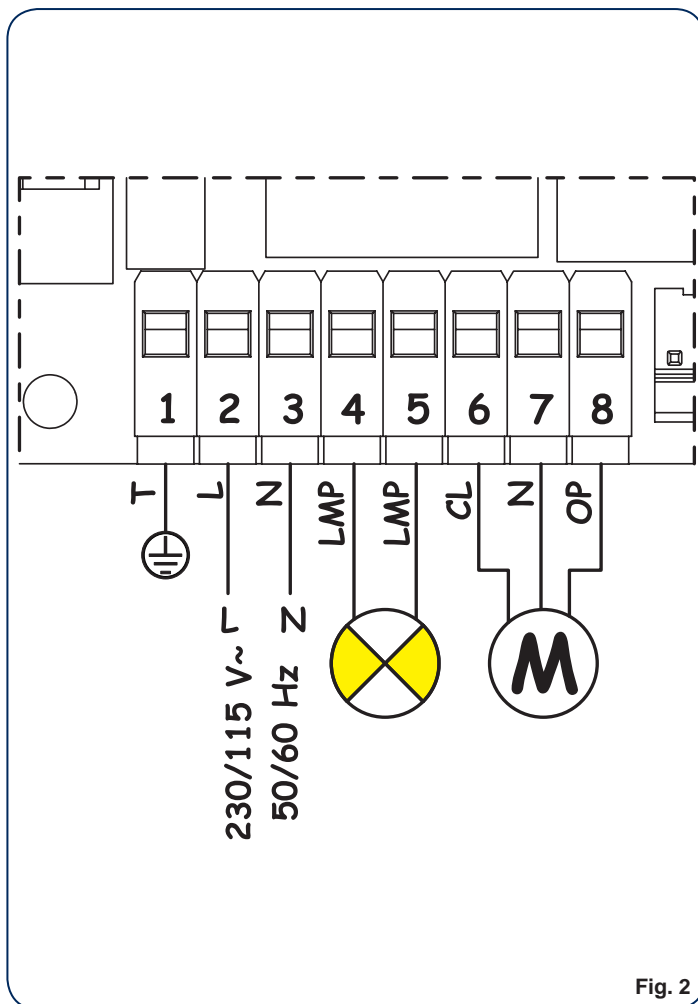

Fig. 2
5.1. MORSETTIERA CN1 (Fig. 2)	pag.2